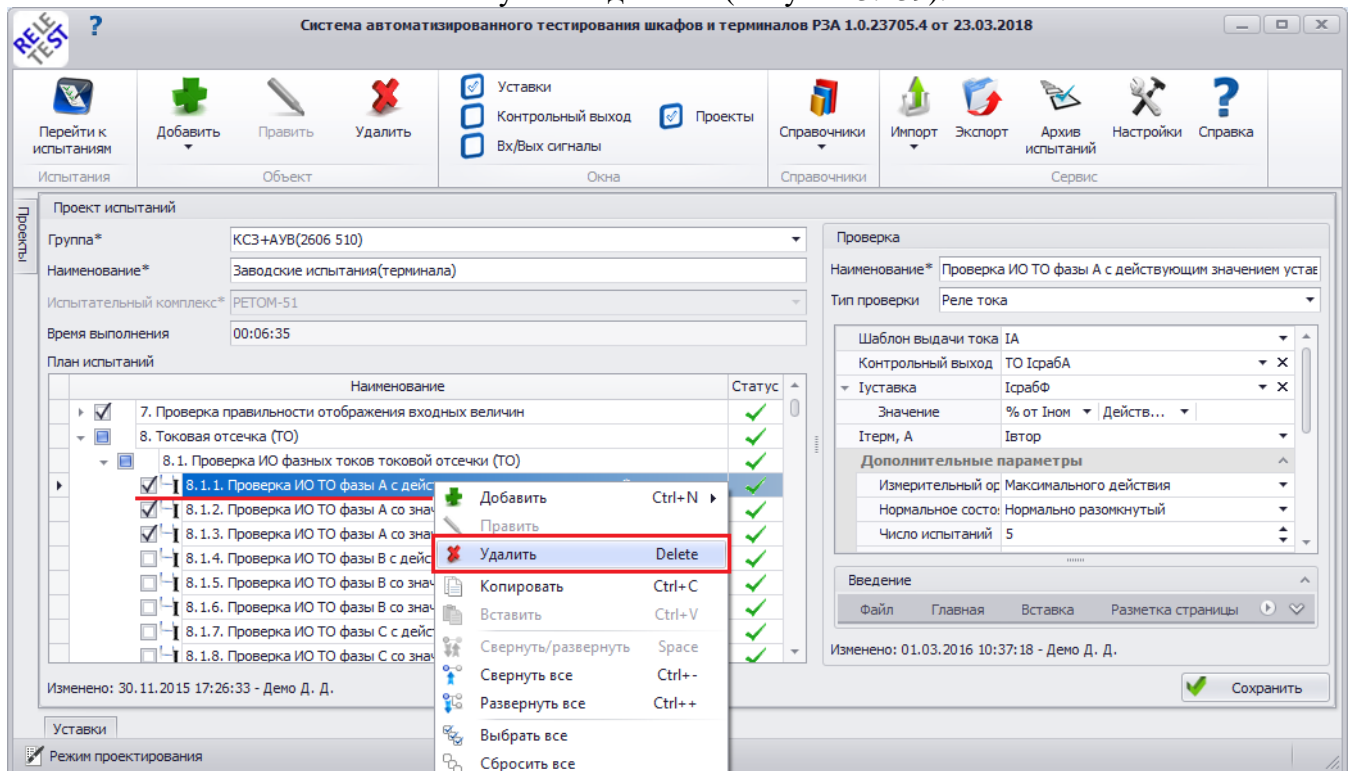

Рисунок 3.139
• в таблице «План испытаний» навести курсор мыши на проверку, требующую удаления, нажать правую клавишу мыши (выделять проверку левой клавишей мыши не обязательно, так как контекстное меню работает по позиции указателя мыши), и выбрать из появившегося контекстного меню пункт «Удалить» (Рисунок 3.139).